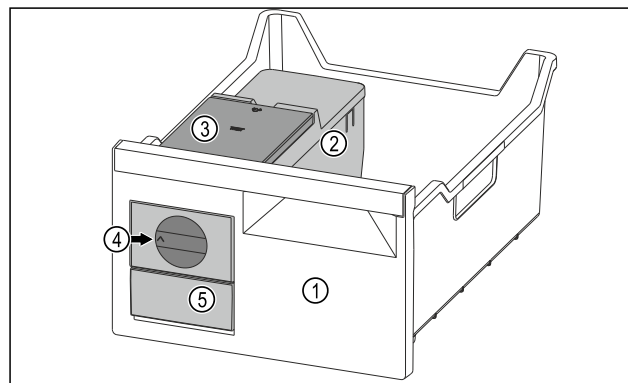

Fig. 108 Voorbeeld
- Draaiknop Fig. 108 (4) rechtsom tot aan de aanslag draaien.
- Ijsblokjes vallen uit de ijsblokjeschaal in de ijsblokjeslade Fig. 108 (5).